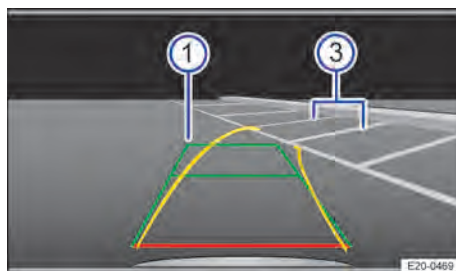

Abb. 133 Infotainment-System: Ausgewählte Parklücke ansteuern.
5. Fahrzeug so einlenken, dass die gelben Linien in die Parklücke führen. Die grünen und gelben Linien müssen mit den seitlichen Begrenzungslinien übereinstimmen → Abb. 133 .